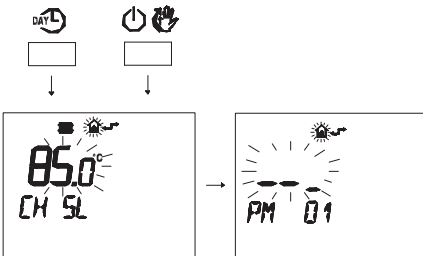

Рисунок 5.91
- Нажмите одновременно кнопки и , чтобы войти в поле ввода настроек (Рисунок 5.91).